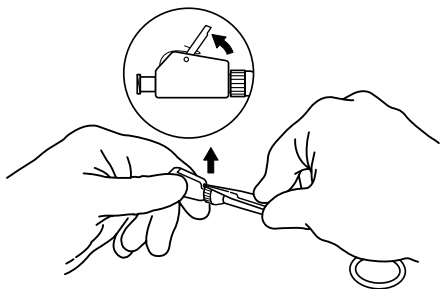

Fig. 4
- b. Pousser le levier de verrouillage vers le haut pour le libérer. (**Fig. 4**)